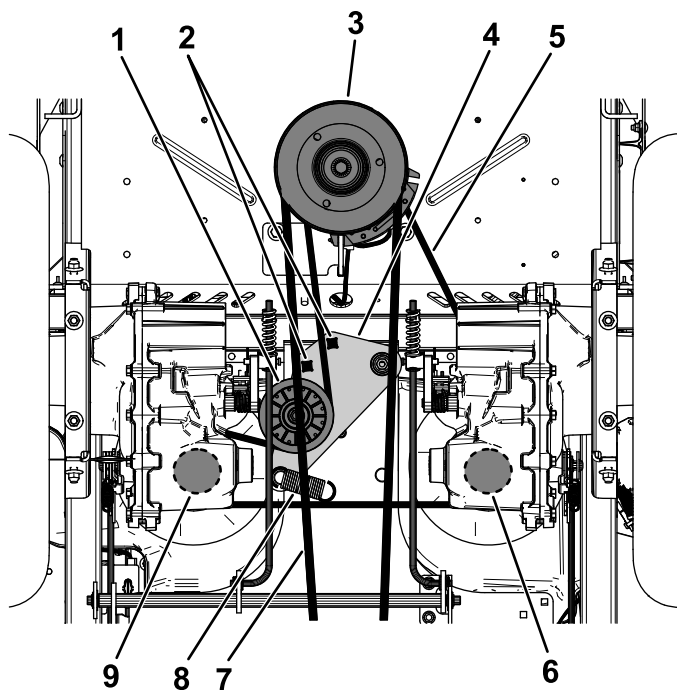

Figura 78
5. Utilice una llave de carraca de 1/2" o similar en uno de los orificios cuadrados del brazo tensor para aliviar la tensión del muelle tensor (Figura 78).
6. Retire la correa existente de la polea tensora, de las 2 poleas de transmisión de la bomba hidráulica y de la polea del motor (Figura 78).
7. Instale la correa nueva alrededor de la polea tensora, la polea del motor y de las 2 poleas de la bomba hidráulica (Figura 78).